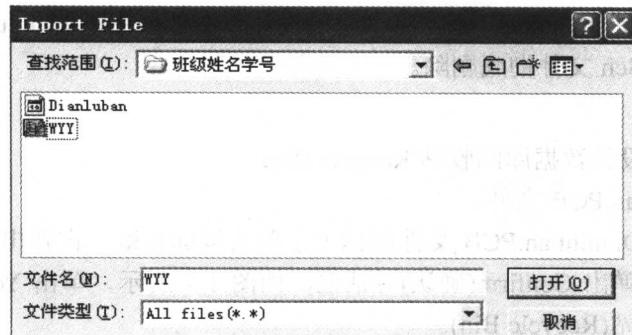

图 1-6 导入文件对话框
- (1) 双击桌面上的 Protel 99 SE 快捷图标 ，新建一个设计数据库，名为“第二个设计.ddb”。
- (2) 打开 Documents 文件夹，然后在工作窗口的空白处单击鼠标右键。
- (3) 在弹出的快捷菜单中选择 Import。
- (4) 在导入文件对话框中，找到 C:\ 班级姓名学号，如图 1-6 所示。
- (5) 找到 WYY.Sch、Dianluban.PCB 文件，单击打开按钮，完成导入文件的操作。